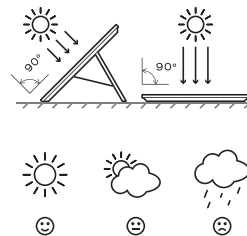

Рис. 1
2.2. Для получения максимума возможной в текущих условиях выработки энергии необходимо обеспечить перпендикулярное падение солнечных лучей на всю плоскость солнечной панели без затенения и закрытых участков. Загрязнения также препятствуют попаданию солнечных лучей на элементы солнечной панели – устраняйте загрязнения перед использованием (см. рис. 1).